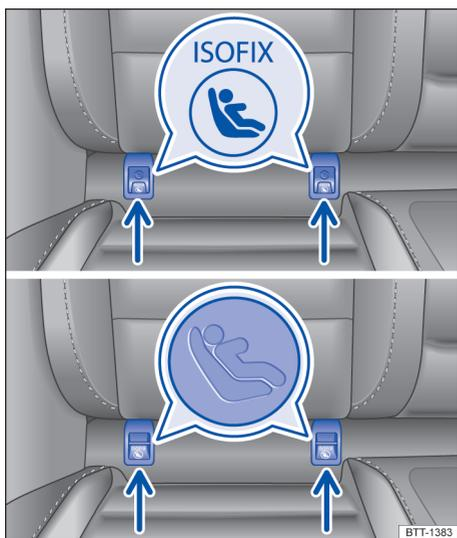

Fig. 5 No banco do veículo: variantes de identificação dos pontos de ancoragem ISOFIX para cadeiras de criança.
Os 2 olhais de retenção, os assim denominados pontos de ancoragem, se encontram entre o encosto e o assento nos lugares laterais do banco traseiro → Fig. 5.
- Retirar as capas de proteção dos pontos de ancoragem inferiores → Fig. 5 \(setas\).
- Retirar a capas de proteção (se existentes) dos pontos de ancoragem ISOFIX → Fig. 5 (setas).